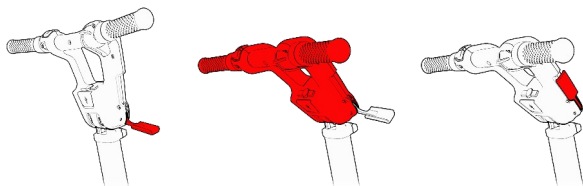

Figura 23 Ajuste de inclinación de la consola de
1. Sostenga la consola de conducción con una mano y suelte la palanca de ajuste con la otra mano (consulte la Figura 23, paso 1).
2. Ajuste el ángulo de la consola de manejo para que pueda alcanzarla y sostenerla cómodamente con una vista clara del área de visualización (vea la Figura 23, paso 2).
3. Apriete la palanca de ajuste una vez que esté satisfecho con el ángulo (vea la Figura 23, paso 3).